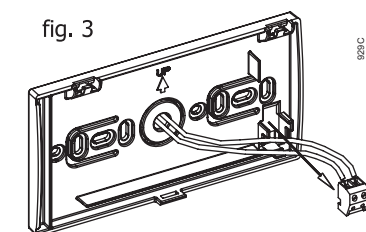

fig. 3
- estrarre la morsettiera dalla sua sede (fig. 3) e collegarvi i due conduttori. Utilizzare un cavo bipolare (2 x 1mmq max). Non è necessario rispettare la polarità dei due conduttori.